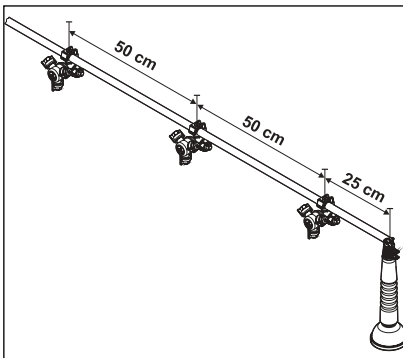

Abb. 3
- Die Schaumerzeuger an den Enden der Gestänge montieren, dazu die mitgelieferten Halter verwenden und einen Abstand einhalten, der der halben Distanz zwischen den Düsen selbst entspricht (Abb. 3).